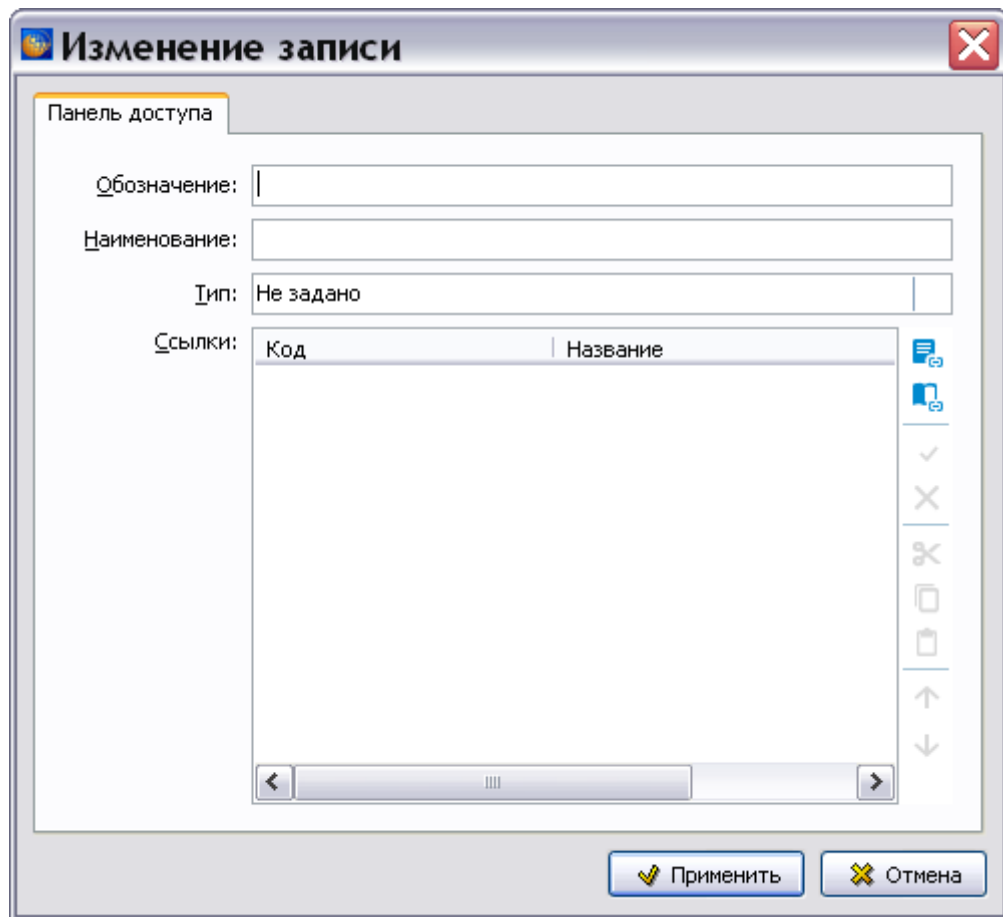

Рисунок 845
9) Для указания панели доступа включите радиокнопку **Панель доступа**. В окне **Изменение записи** введите данные и нажмите на кнопку **Применить** (рисунок 845).